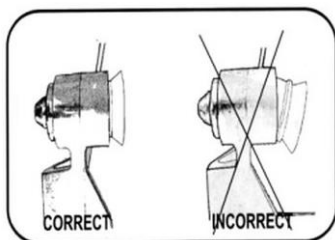

Afb. 33
4. Als de reservoirkpakking op de juiste plaats zit, drukt u het onderste deel met uw duimen en dan geleidelijk het bovenste deel naar beneden (maak een cirkel met uw vingers) tot het goed op zijn plaats zit. (Afb. 33, 34)